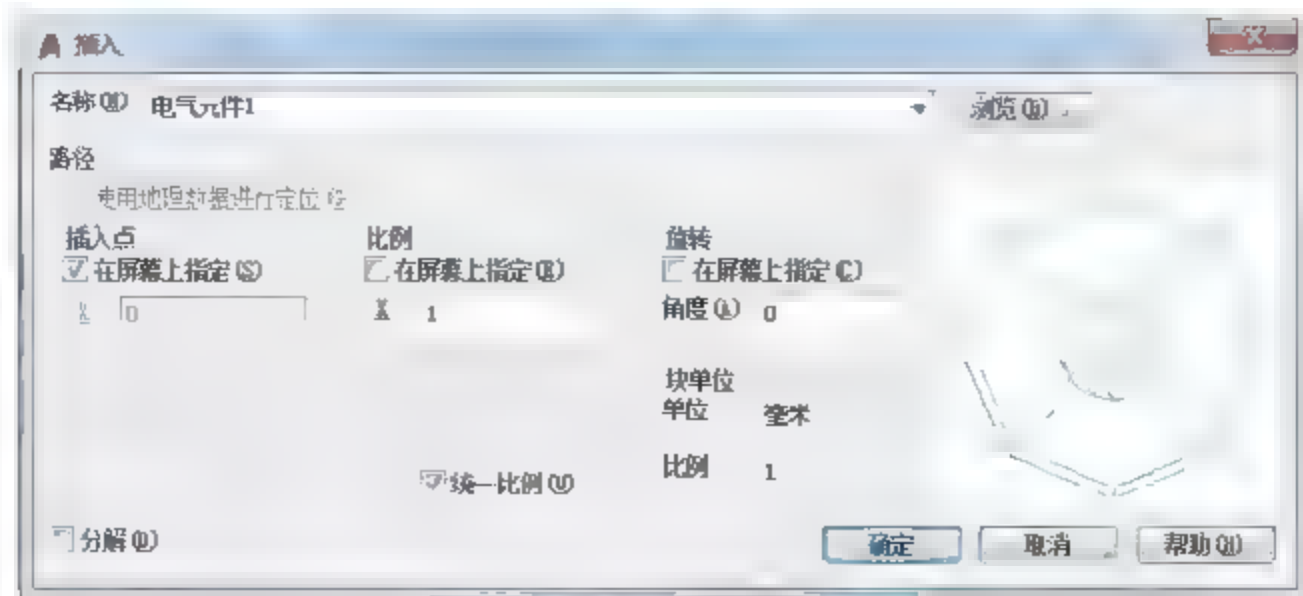

图7-90 【插入】对话框
(2) 调用I【插入】命令, 弹出【插入】对话框, 选择【电气元件1】图块, 如图7-90所示。